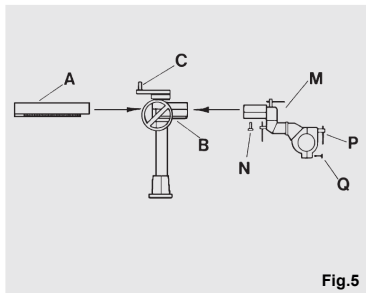

Fig.5
Uma vez fixado o apoio à mesa de trabalho, só faltará montar o arrastador utilizando o respectivo colar (M) (ver Fig.5) montado na extremidade do suporte.